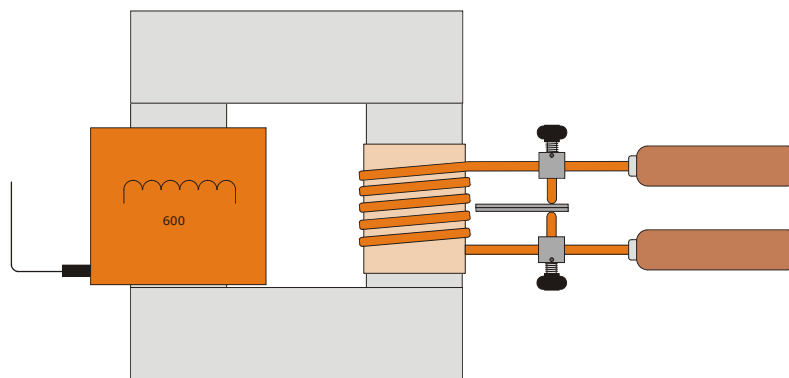

Fig. 1 Punktschweißen
- Hochstromtransformator gemäß Fig. 1 aufbauen und auf hitzebeständige Unterlage stellen.